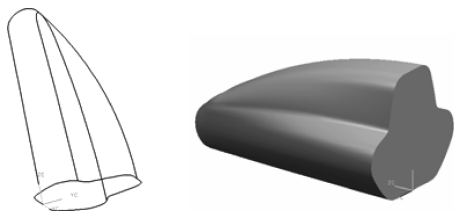

图 8-65 线架构
(2) 利用曲面命令, 根据如图 8-65 所示线架构创建曲面, 并将其合并成为实体 (尺寸自定义)。